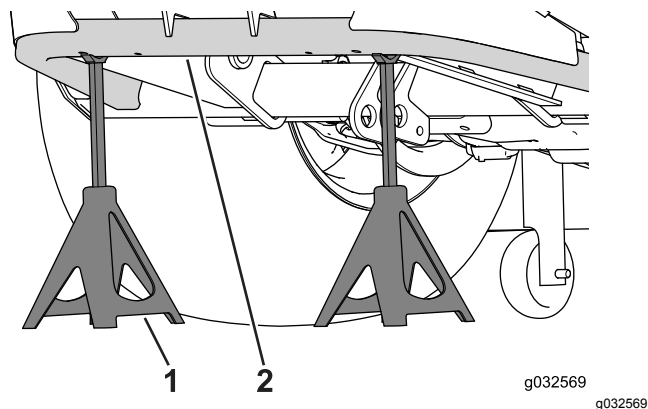

Figura 54
2. Utilize 2 macacos debaixo da estrutura para sustentar a traseira da máquina (Figura 54).